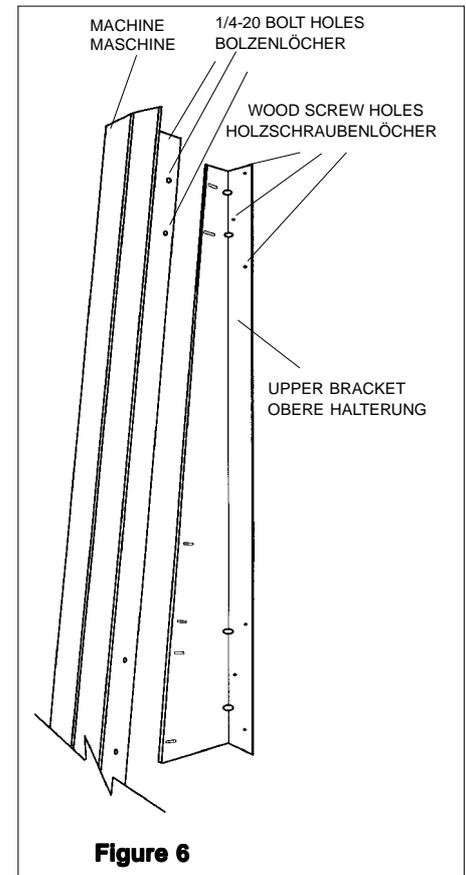

Figure 6
1. Hold the **UPPER BRACKET, Figure 6**, against the wall with the top about 93" (2360mm) above the floor. Use a level to be sure it is vertical. Mark the wall through the 6 mounting holes. Drill pilot holes in the wall and install the **UPPER BRACKET** with six hex head wood screws from the parts bag, shown at **A** on the facing page.
3. Lift the machine and attach it to the **UPPER BRACKET** with four 1/4-20 bolts, washers, lock washers, and nuts shown at **H**. See **Figure 6**.
1. Halten Sie die **obere Halterung (Abbildung 6)** gegen die Wand, so daß die obere Seite ca. 23,6 cm vom Fußboden entfernt ist. Prüfen Sie mit einer Wasserwaage, daß die Halterung senkrecht ist. Markieren Sie die 6 Befestigungslöcher auf der Wand. Bohren Sie die Führungslöcher in die Wand und befestigen Sie die **obere Halterung** mit den sechs Sechskantholzschrauben aus der Teiletüte (siehe unter A auf folgender Seite).